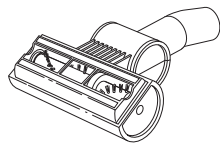

Fig. 28
- 3 Dé vuelta el cepillo giratorio para inspeccionarlo y cortar cualquier acumulación de cabellos o hilos enrollados alrededor del cepillo con una tijera. (Fig. 28)